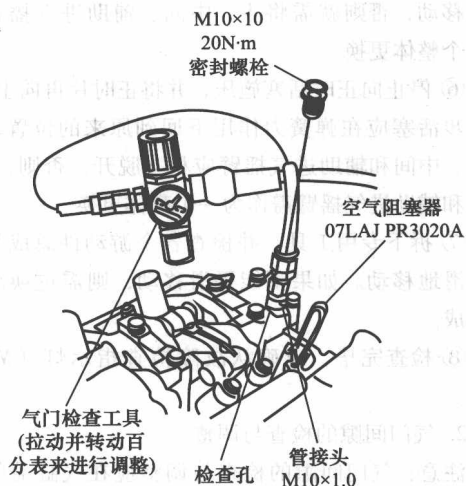
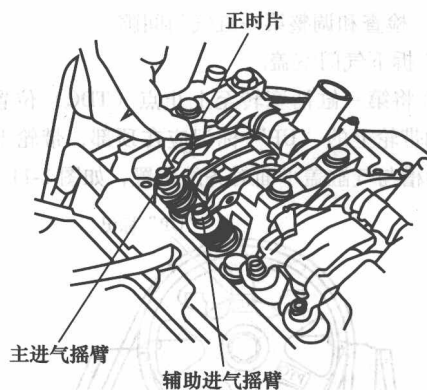

图 1-8 连接专用的气门检查工具
图 1-9 向上拨动正时片
② 从检查孔上卸下密封螺栓，并接上专用的气门检查工具，如图 1-8 所示。
③ 旋松气门检查工具上的调节阀，向摇臂的同步活塞 A 和 B 施加 400 kPa 的压力。
④ 施加稳定的压力后，将正时片向上拨动 2 ~ 3mm，如图 1-9 所示，这时，同步活塞应向右移动，并使中间、主、辅助进气摇臂连锁。